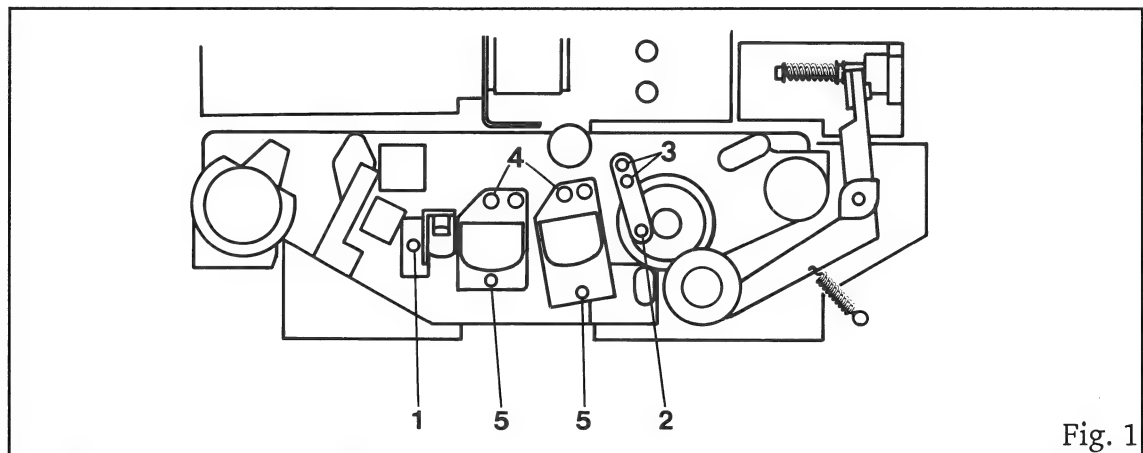

Fig. 1
- Höhenkorrekturen werden mit den Schrauben [4,5] (Fig.1) vorgenommen.